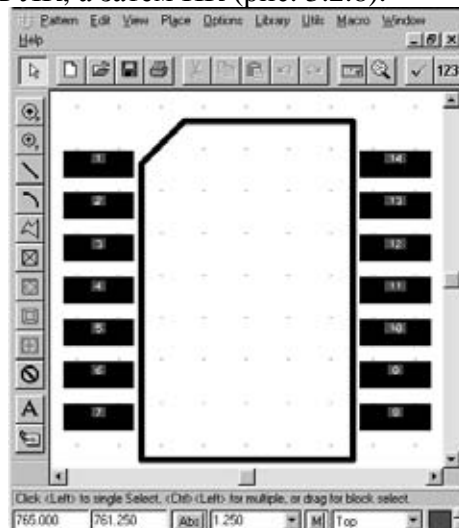

Рис. 3.2.8
- Начертить контур микросхемы. Для этого выполнить команду **Place Line**. Установить курсор в первую точку пятиугольника (координаты (11,25; 17,5)) и щелкнуть ЛК. Перевести курсор во вторую точку (11,25; 8,75) и щелкнуть ЛК. Перевести курсор в третью точку (20; 8,75) и щелкнуть ЛК. Затем в четвертую точку (20; 18,75) и ЛК, далее в пятую точку с координатами (12,5; 18,75) и ЛК. И снова перевести курсор в первую точку (11,25; 17,5) и щелкнуть ЛК, а затем ПК (рис. 3.2.8).